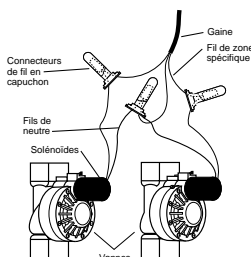

FIGURE 17 : Raccordement des fils du programmeur aux vannes
- Chaque vanne a deux fils. Un fil doit être raccordé comme le fil de neutre. Les fils de neutre de toutes les vannes peuvent être raccordés ensemble sur un fil de neutre allant vers le programmeur. L'autre fil de vanne doit être raccordé sur le fil de poste spécifique qui contrôlera la vanne [Voir Figure 17].